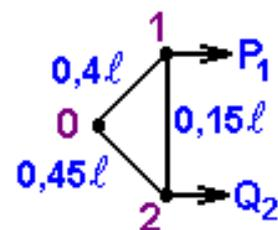

Рисунок 36
**Вариант 14.** Для схемы однородной кольцевой электрической сети  $U_H = 110$  кВ (рис.36), выполненной проводами АС-150, определить: